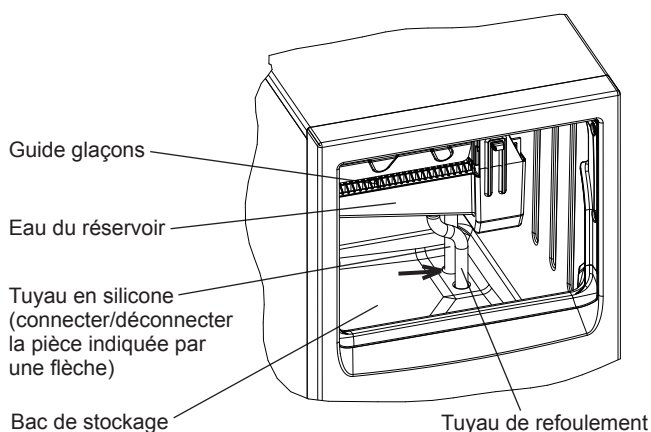

Fig. 5
- 5) Déconnecter le tuyau en silicone pour vidanger l'eau du réservoir. Le replacer dans sa position correcte une fois que toute l'eau a été vidangée. Voir fig. 5.